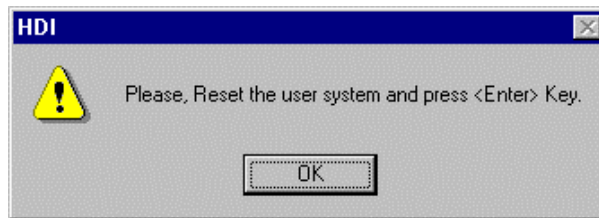

図 2.9 RESET 信号入力要求メッセージのダイアログボックス
- (7) HDIウィンドウが表示されます。そして、図2.9に示すダイアログボックスが表示されます。